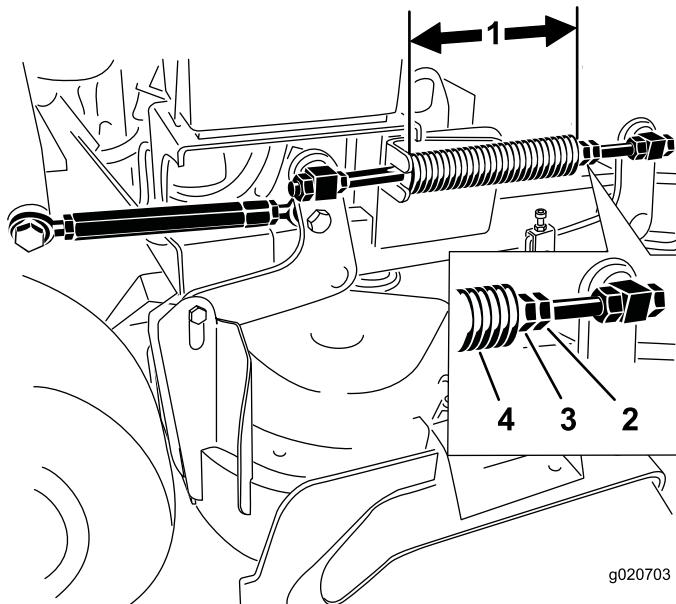

Figura 88
Nota: La longitud nominal es de 28.2 (11-1/8 pulgadas) para carcasa de corte de 91 cm (36 pulgadas) y de 25.7 cm (10-1/8 pulgadas) para carcasa de corte de 102 cm (40 pulgadas) (Figura 88).
3. Ajuste esta distancia aflojando la contratuerca elástica y girando la tuerca que está delante de cada muelle (Figura 88).
4. Fije la tuerca en la posición deseada apretando la contratuerca elástica (Figura 88).